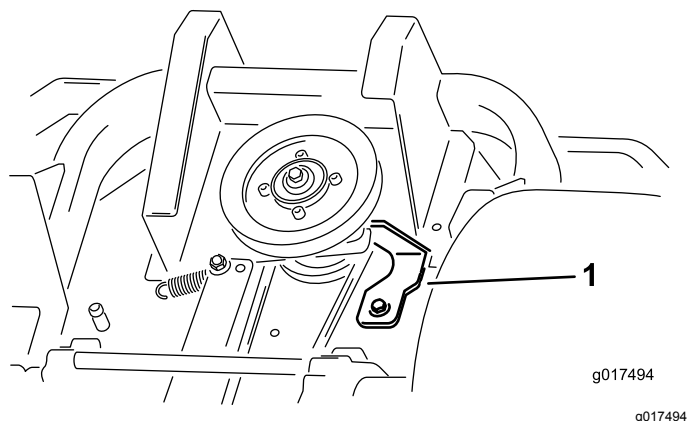

Figura 63
5. Togliete l'arresto della frizione (Figura 63).
9. Montate l'arresto della frizione (Figura 63).